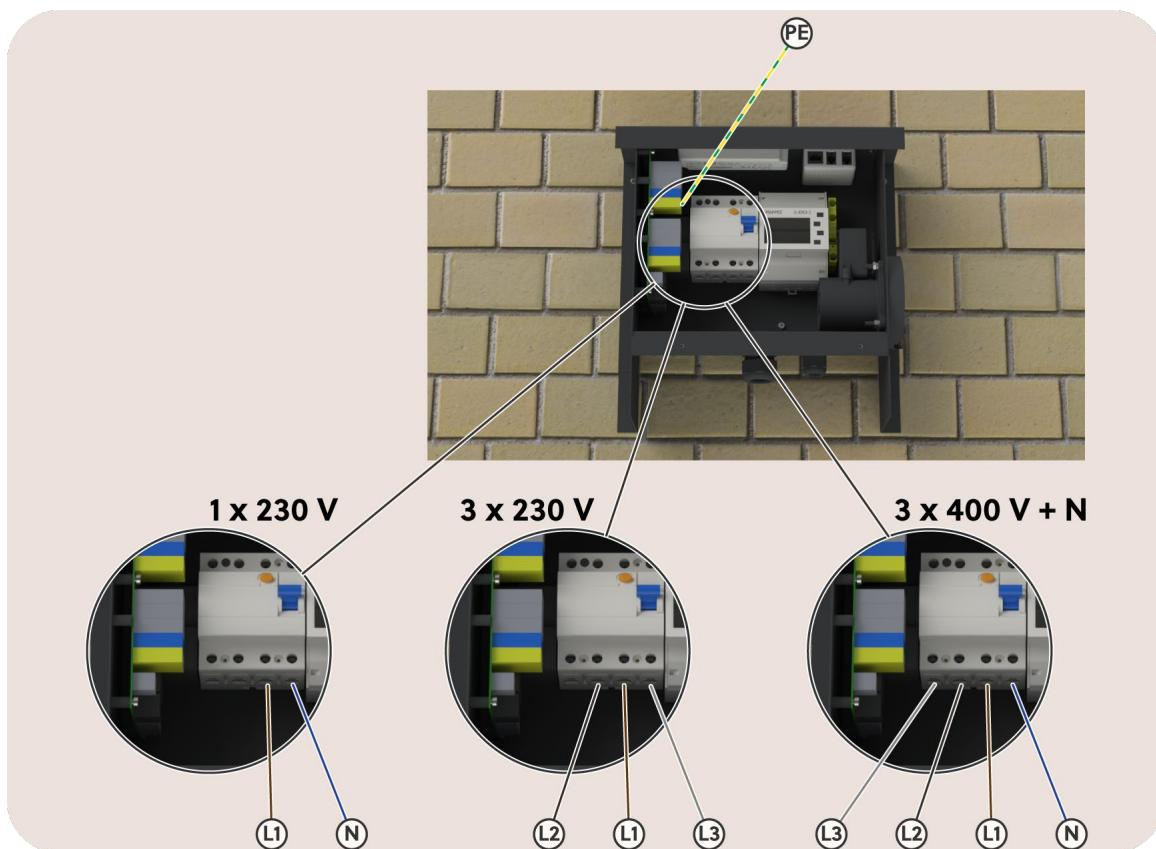

Abbildung 9: Ansicht des Stromversorgungsanschlusses für jeden Netzwerktyp
- Vergewissern Sie sich, dass die beiden Fehlerstromschutzschalter auf „Ein“ stehen. Die Position „Ein“ wird in Abbildung 9 gezeigt.